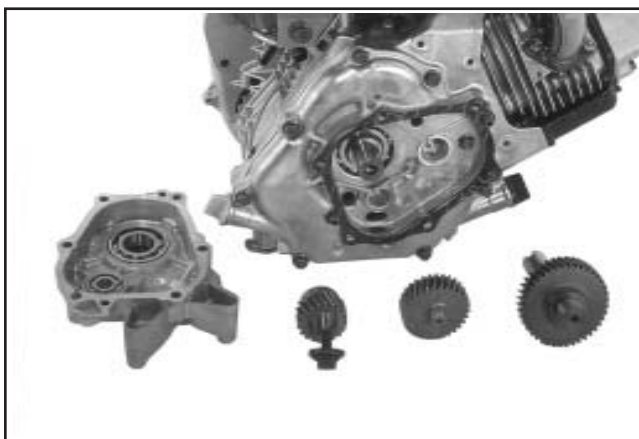

Figure 9-62. CS8.5-CS12 Ensemble de réduction démonté.
- b. Sur CS8.5-12, retirer l'engrenage du vilebrequin, l'engrenage de renvoi et l'ensemble d'engrenage/arbre de sortie. Voir la figure 9-62.